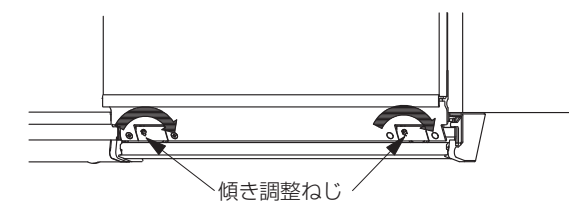

図8-1
- 1 取外したい扉を引き出し、傾き調整ネジを左右共に一番右へねじ込みます（図8-1）。